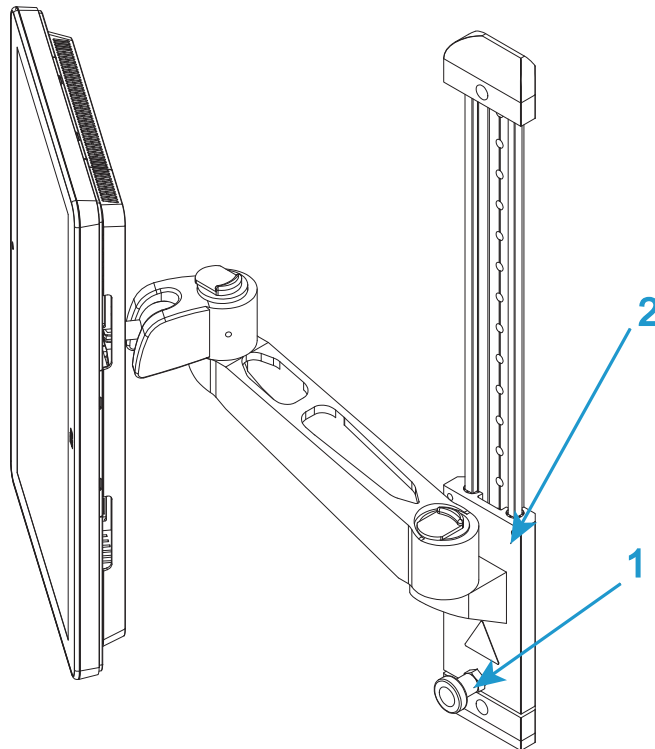

Figura 11. Regolazione dell'altezza
1. La barra di scorrimento consente di regolare l'altezza del Dashboard operatore[®] Bluehill per diverse esigenze di comfort. Allentare il blocco (1 in Figura 11 a pagina 49) e far scorrere il braccio di montaggio (2 in Figura 11 a pagina 49) all'altezza desiderata. Stringere nuovamente il blocco.